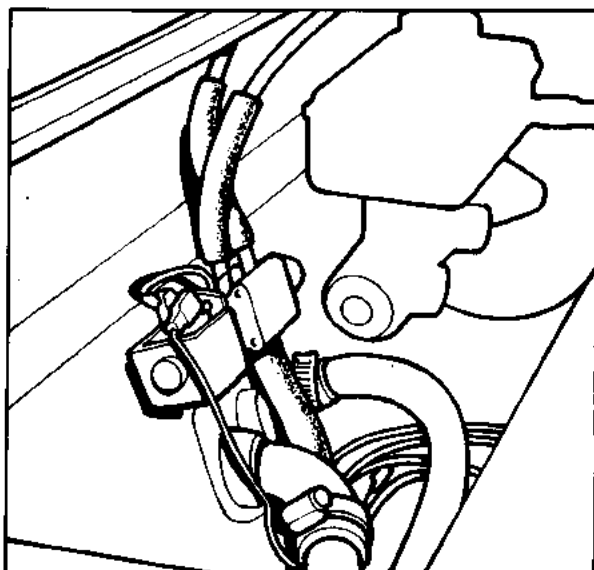

Fig. 16
- Maak de ZWARTE draad met ROOD manchet op de elektroklep in het voorcompartiment los. (fig.16).